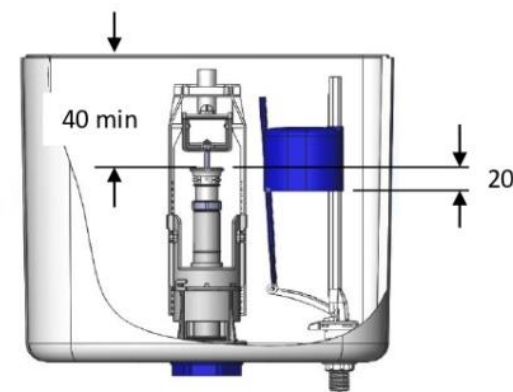

Рис.4
2. Отрегулируйте трубу перелива 11 на арматуре спускной так, чтобы расстояние от края трубы до верхнего края бачка (см. рис. 4) было не менее 40 мм. Для освобождения и фиксации трубы перелива отверните (заверните) гайку 12.
Пробным включением наполнить бачок до закрытия наполнительной арматуры. Уровень воды должен быть минимум на 20 мм ниже верхнего края трубы перелива. При необходимости отсоединяем поплавков 11 от тяги 10 и перемещаем вдоль стойки 9 на нужный уровень (Рис. 4). После защелкиваем тягу 10 на поплавке 11.